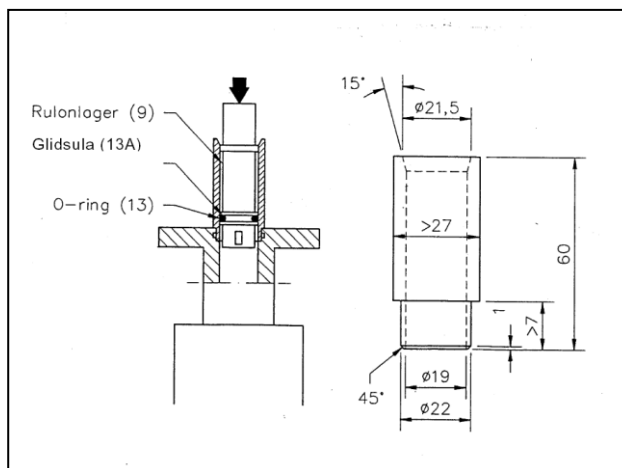

Fig. 4
- b) Kulsektorn får endast vridas de 90⁰ som fordras för manöver mellan helt öppet till helt stängt läge. Vridning av kulsektorn utanför detta arbetsområde kan medföra skador på tätningsytorna hos kulsektor respektive sätesring. Om kulsektorn vridits ur sitt område måste trycket på sätesringen (10) minskas genom att lossa skruvarna (pos 11, DN25-250 eller pos 20, DN300) på hållarringen(2) så att kulsektorn(3) kan vridas tillbaka utan att skada sätet!
- c) Vid intrimning av ställdonet ska tillses att kulsektorns sfär i stängt läge är placerad mitt för sätesringen så att lika mycket av sfären sticker utanför sätesringen på båda sidor enligt fig. 4.